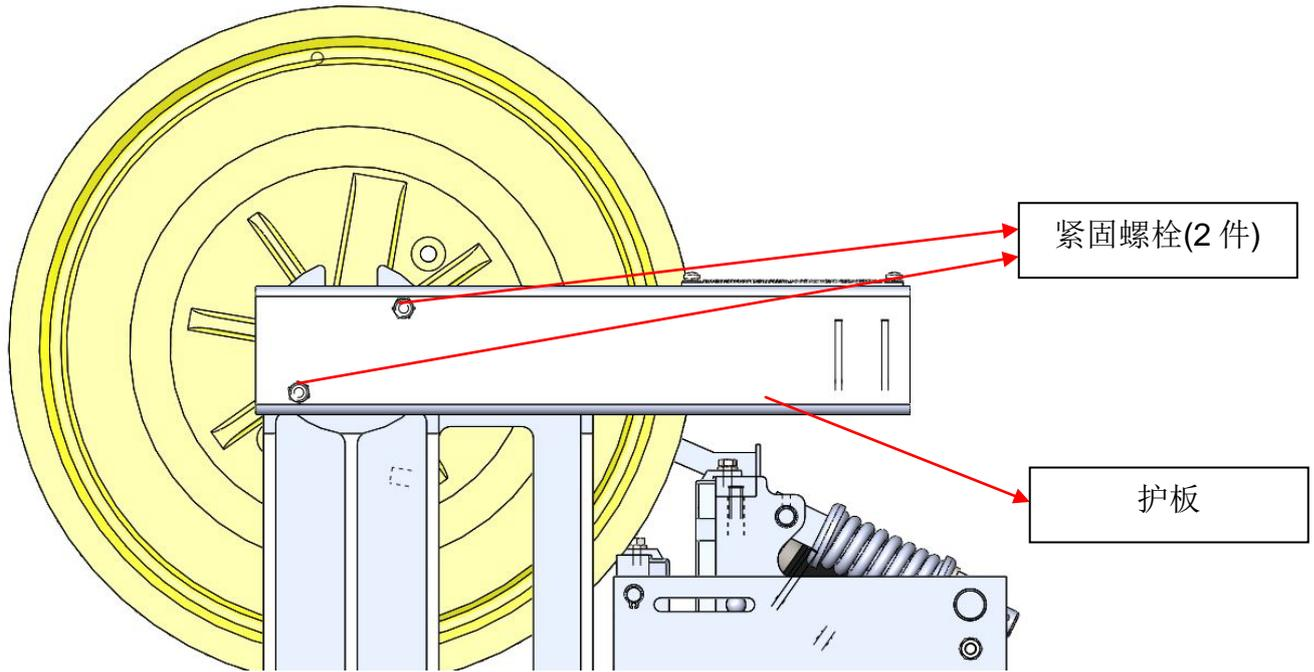
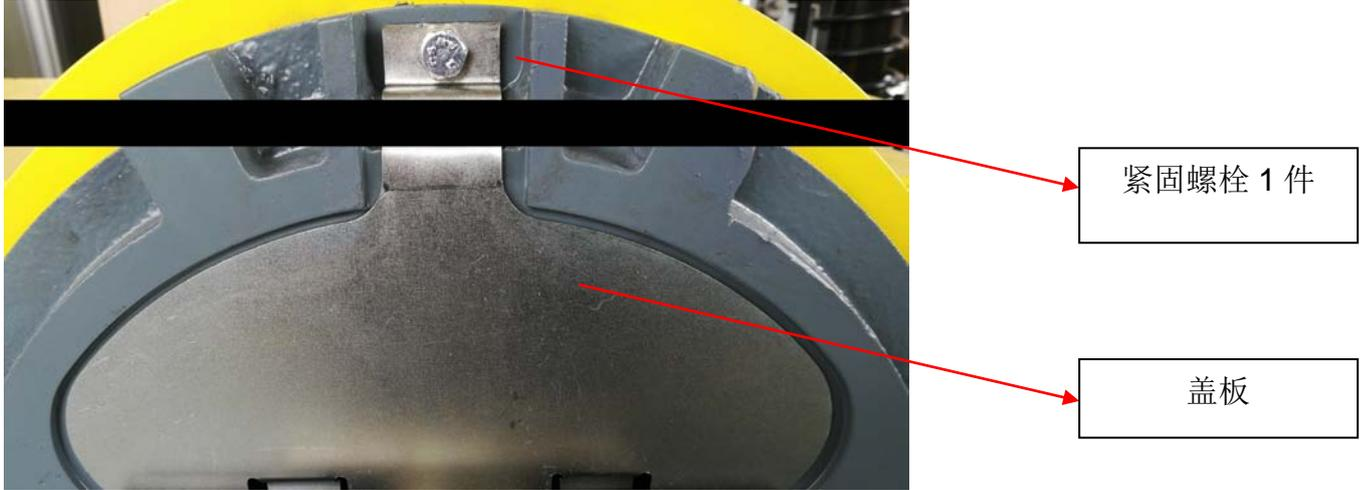

图 6
图 8
3.1.2.2 旋下紧固螺栓, 拆除护板, 如图 6;
3.1.2.4 旋下紧固螺栓，拆除盖板，如图 8
3.1.2.6 维护保养工作完成后请安装并紧固好护板(图 6)和盖板(图 8); 维护保养时推荐使用 L-G46 牌号润滑油, 也可使用类似黏度系数的润滑油;